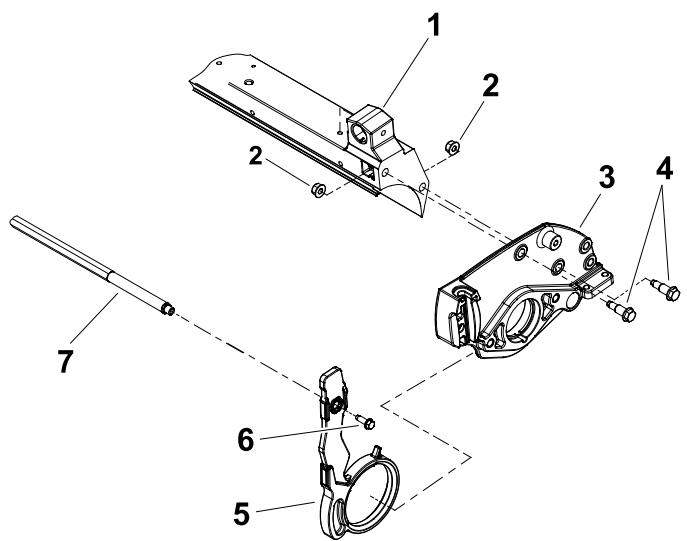

Figura 11
6. Retire a ligação cruzada removendo os parafusos de cabeça de anilha que prendem a ligação aos braços inclinados (Figura 11).
8. Retire os parafusos com olhal e porcas flangeadas que prendem a placa lateral à travessa da unidade de corte (Figura 11).
9. Remova a placa lateral do eixo do cilindro, rolos, barra de segurança e travessa da unidade de corte (Figura 11).
10. Retire o braço inclinado existente da placa lateral (Figura 11).